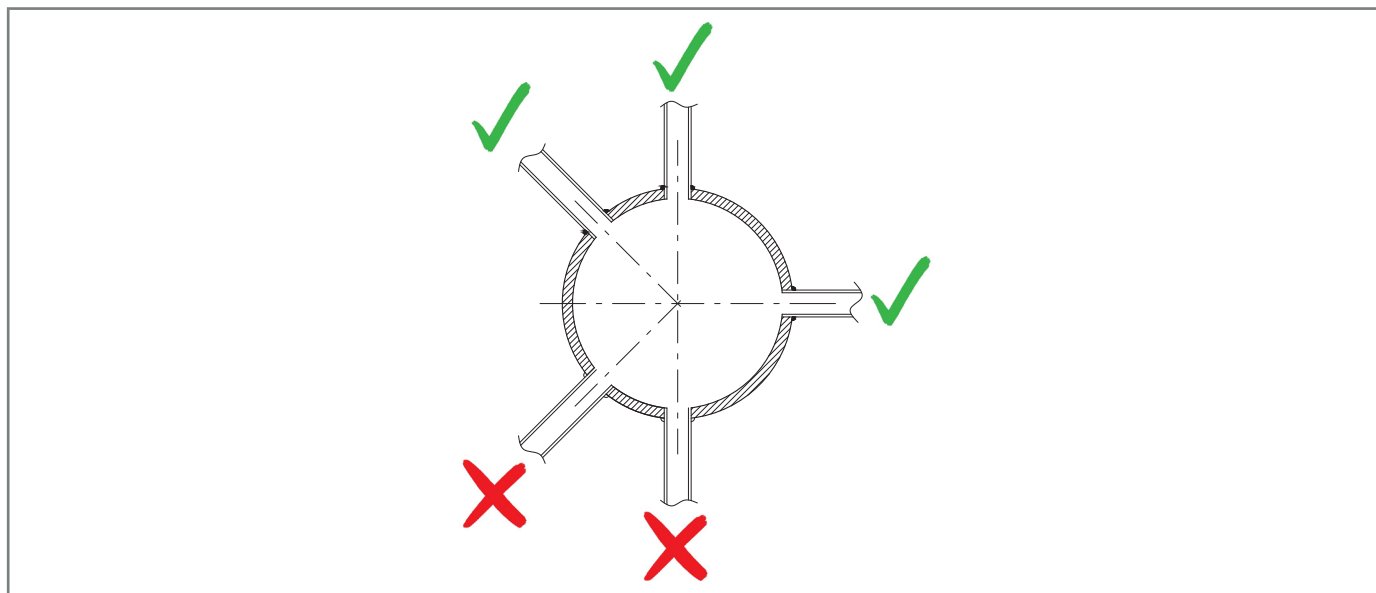

Fig. 6.27. Attacchi saldati della tubazione
- gli attacchi della tubazione siano sempre saldati sulla parte superiore o a max 90° sull'asse della tubazione stessa (fare riferimento alla Fig. 6.27);